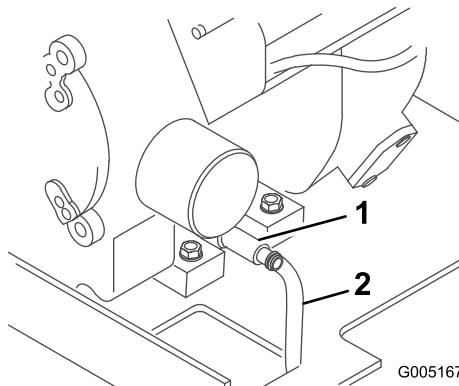

Figure 20
3. Raccordez une extrémité du flexible au robinet de vidange et placez l'autre dans un bac (Figure 20).
- Ouvrez le robinet de vidange d'huile en le tournant dans le sens antihoraire et en le tirant (Figure 20).